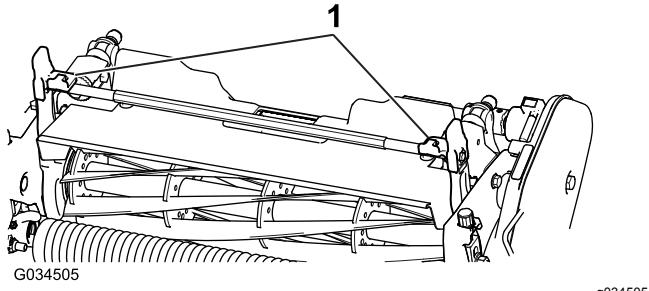
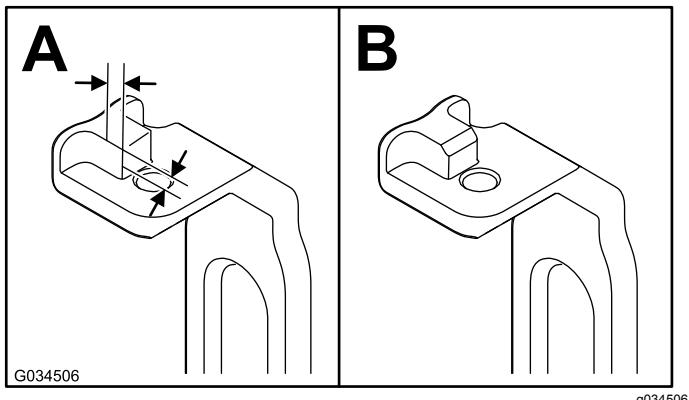

Bild 3
Bild 4
2. Messen Sie an beiden Neigungsarmen (**Bild 3**) 2 mm an den Nasen nach innen und fräsen Sie die Ecke ab, wie in **Bild 4** abgebildet.